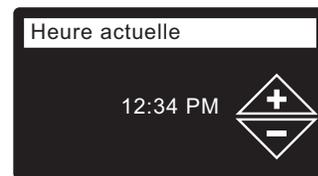

FIG. 29
11. **HEURE ACTUELLE** Appuyez sur le bouton BAS (▼) ou HAUT (▲) pour régler l'heure (cf. Figure 29). Maintenez le bouton enfoncé pour faire défiler rapidement. Vérifiez que la période indiquée est correcte (AM ou PM). L'horloge sera en format 24 heures si vous avez choisi les unités métriques à l'étape 9.
12. Appuyez sur le sélecteur (O).